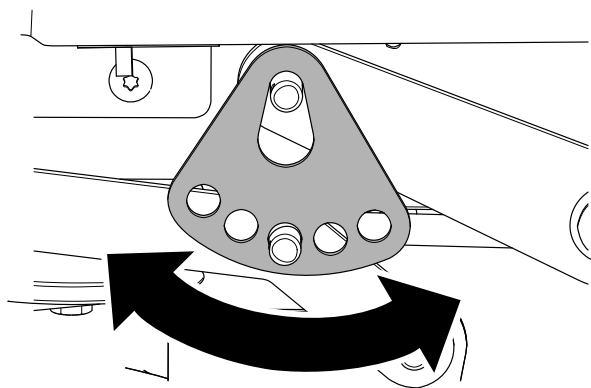

Bild 69
7. Drehen Sie die Schnitthöhenplatte in ein anderes Loch, so dass sie das Gewicht des Mähwerks nach der Montage der Platte trägt (**Bild 69**).
8. Montieren Sie die Unterlegscheibe und den Splint (Bild 69).